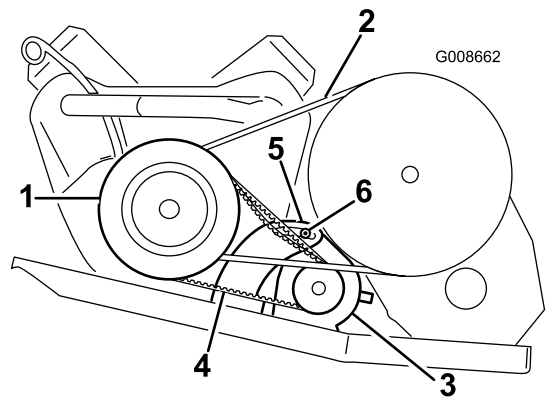

図 47
4. ボールを使ってスタータを動かし、ベルトのスパンの中央部を 44 N (4.5 kg) の力で押したときに 6 mm のたわみが出るように調整する（図 47）。
5. スタータジェネレータのナットを締めつけ、ボールを取り外す（図 47）。ナットを 65-85 ft-lb (88-115 Nm=9.0~11.8 kg.m) にトルク締めする。
2. スタータジェネレータのピボットナットをゆるめる（図 47）。